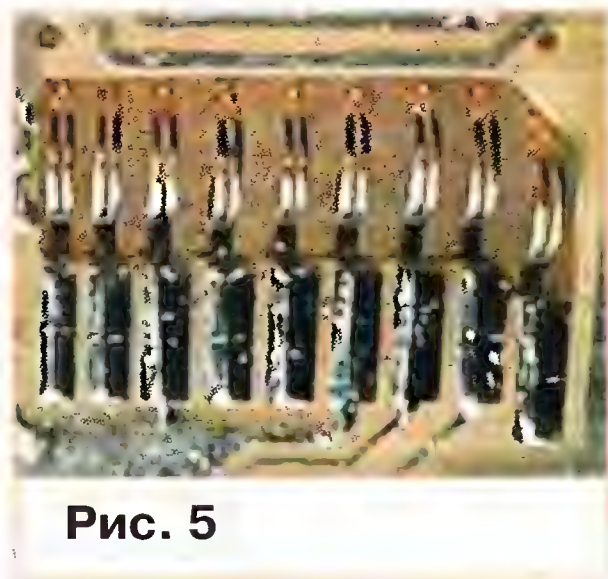

Рис. 5
**К**эмиттеру транзистора Q150 (см. рис. 5) буферного каскада подключены две интегрирующие цепи R642C644 и R641C642, с которых через конденсаторы C643 и C641 соответственно и выводы 46 и 45 микросхемы IC601 видеосигналы поданы на строчный и кадровый синхроселекторы (см. рис. 4).
Выделенные строчные синхрои импульсы поступают в петлю ФАПЧ1 строчной развертки, которая подстраивает частоту и фазу строчного генератора. Образцовую частоту ГУН определяет кварцевый резонатор X640 (см. рис. 5), подключенный к выводу 54 микросхемы IC601.
Сигнал со строчного генератора через формирователь проходит в петлю ФАПЧ2. Сюда же через вывод 50 микросхемы (см. рис. 4) и каскад строчного гашения поданы импульсы обратного хода строчной развертки, снимаемые с вывода 6 ТДКС T501 (см. рис. 5 и 3). Стабилитрон D450 и диод D401 ограничивают импульсы по амплитуде. В петле ФАПЧ2 происходят сравнение частоты и фазы сигналов генератора и синхрои импульсов (см. рис. 4) и подстройка генератора. С петли ФАПЧ2 импульсы строчной частоты через формирователь, каскад блокировки, вывод 56 (см. рис. 5) микросхемы и токоограничивающий резистор R563 (см. рис. 3) приходят на базу транзистора Q565 предварительного усилителя строчной развертки.
Каждый раз в момент прихода лучей к правому краю раstra выходной транзистор закрывается отрицательным перепадом напряжения и на его коллекторе и выводах обмоток строчного трансформатора (см. рис. 5) возникают положительные синусоидальные импульсы
В микросхеме IC601, как уже было указано, имеется и формирователь кадровых запускающих импульсов (см. рис. 4), на который поданы импульсы с кадрового синхроселектора. Сформированные импульсы через выходной каскад, вывод 58 микросхемы (см. рис. 5) и резисторы R648, R413 (см. рис. 3) проходят на вывод 2 микросхемы IC451. Микросхема выполняет функции задающего генератора кадровой развертки и формирователя пилообразного тока вертикального отклонения. Запускающие импульсы управляют входным триггером. С него сигнал поступает на мультивибратор, служащий задающим генератором кадровой развертки. Его выходное напряжение приходит на формирователь пилообразно-импульсного сигнала, с которого он через предусилитель подан на выходной каскад. Через вывод 12 сформированное напряжение приложено к кадровым катушкам ОС.
датчик на транзисторе Q451 и конденсаторе C532, и на устройство блокировки микросхемы IC601 (см. рис. 5) через вывод 55 приходит сигнал выключения запуска строчной развертки. Во втором случае при возрастании напряжения на конденсаторе C501 в цепях строчного трансформатора T501 через резистор R522 и делитель R536R539 (см. рис. 3) на вывод 20 микросхемы IC601 (см. рис. 5) поступает напряжение, уменьшающее размах сигнала яркости, что уменьшает ток лучей кинескопа. В третьем случае повышение напряжения на выводе 6 ТДКС T501 передается в источник питания (см. рис. 3 и 2) через диод D850 (он ошибочно обозначен как D811) и трансформатор T801. В результате это приводит к закрыванию транзистора Q801 и выключению источника питания.
В микросхеме IC601 (см. рис. 5) имеется интерфейс шины I2C, который преобразует передаваемые цифровые сигналы управления в аналоговые напряжения регулировок яркости, контрастности, насыщенности, четкости, уровня черного, темного тока каждого луча и других параметров, а также в сигналы переключения систем цветности, параметров фильтров, постоянных времени систем ФАПЧ и др.
Каждую пружину следует припаять к соответствующим контактным площадкам обязательно с обеих сторон основной печатной платы, чтобы предотвратить отрывание фольговых площадок от стеклотекстолита под действием усилий, которые возникают из-за упругости пружин при установке SD-карты в контактное устройство. Каждая пара площадок дополнительно усилена припаянным к ним отрезком луженого провода диаметром около 0,25 мм, проложенным через край окна в плате. На **рис. 5** показано, как выглядят контактные пружины со стороны установки SD-карты.